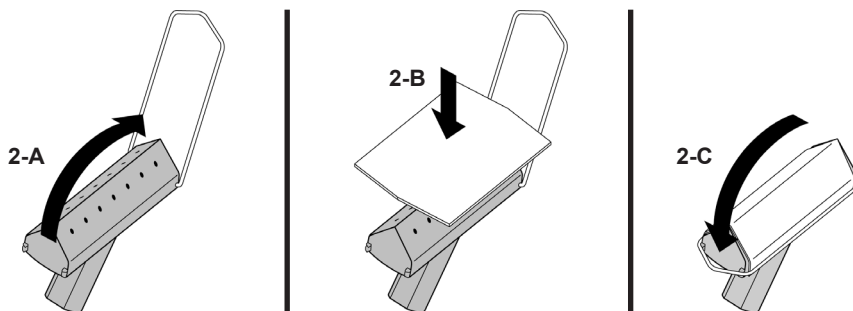

FIGURA 2
1. Gire el brazo del pasador de la Herramienta de Aristas Interiores a la posición abierta (FIGURA 2-A).
2. Presione la Almohadilla o la Esponja contra la Herramienta de Aristas Interiores (FIGURA 2-B). La Almohadilla o la Esponja debe envolverse alrededor del borde angulado para cubrir todos los orificios de vapor.
3. Sin dejar de presionar la Almohadilla o la Esponja contra la Herramienta de Aristas Interiores, gire el brazo del pestillo por encima de la Almohadilla o la Esponja hasta la posición de bloqueo (FIGURA 2-C). Esto asegurará la Almohadilla o la Esponja en su lugar.